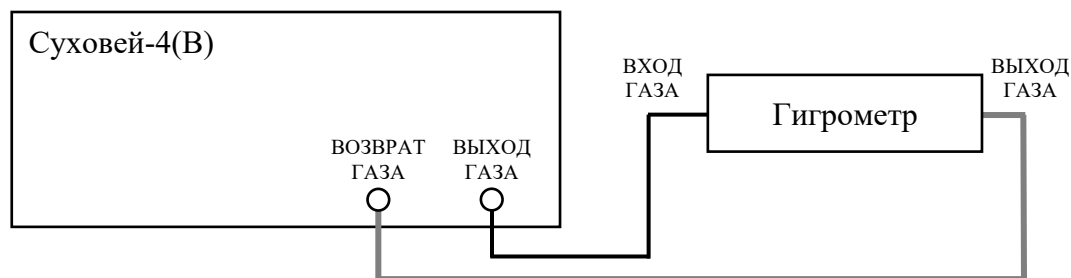

Рисунок 25 – Схема подключения одного гигрометра.
8.3.3. Выход поверяемого гигрометра (или измерительной камеры, в которую он установлен) подключите с помощью полиэтиленовой трубки к штуцеру «ВОЗВРАТ ГАЗА» на передней или задней панели генератора (5.2). Схема подключения показана на рисунке (Рисунок 25, серым цветом показаны пластиковые трубки, черным – металлические).